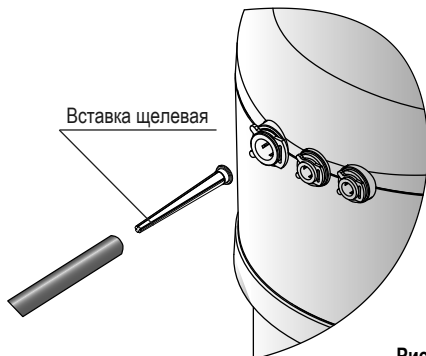

Рис. 6
Установка щелевой вставки** (рис. 6)
- Установите щелевую вставку в трубку 3/8" (9,5 мм) как указано на рис. 6 и подсоедините данный конец трубки к водоочистителю.
- Извлеките щелевую вставку из трубки (см. рис. 6).